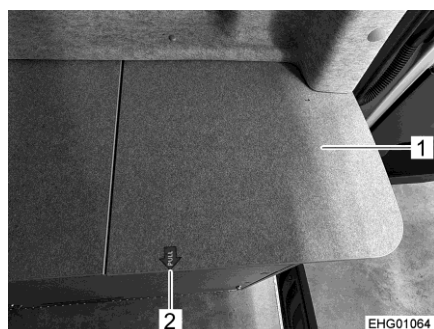

Fig. 95 Ouverture de service, fermée
- Tirer le cache (Fig. 95,1) en direction du couloir (tenir compte de l'auto-collant "PULL" (Fig. 95,2)).
Pour fermer, faire retourner le cache (Fig. 95,1) dans sa position initiale.